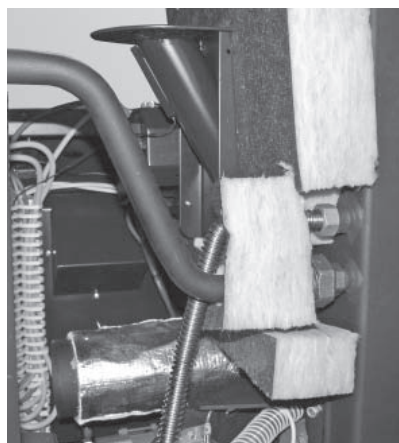

Fig. 22 Montare il tubo ondulado di ritorno sull'attacco superiore della caldaia
- Installare il tubo ondulado di ritorno (pezzo n° 1) dietro il tubo di mandata (pezzo n°6). Infilare il tubo ondulado attraverso l'isolamento e avvitare all'attacco superiore della caldaia con un dado per raccordi e la guarnizione in Klingerite – Fig. 22.